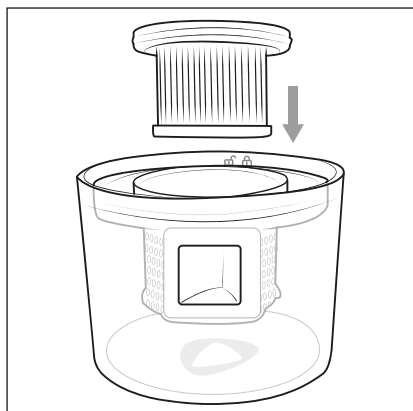

Fig. 8
- 7) Inserire il filtro HEPA ⑤ nel filtro della polvere ⑥ (fig. 8).